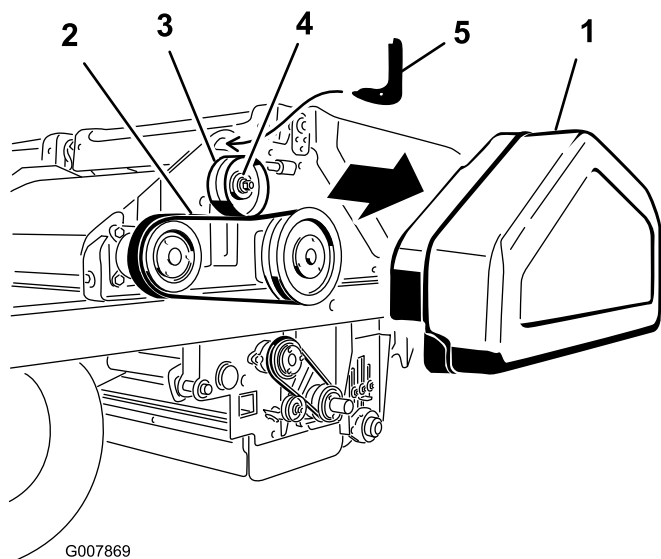

Figura 59
1. Retire a cobertura da correia (Figura 59).
2. Desaperte a porca na polia intermédia (Figura 59).
3. Insira a extremidade do gancho da ferramenta de ajuste da tensão da correia no furo acima da polia intermédia (Figura 59). Apoie a parte inferior curva da ferramenta na polia intermédia.
4. Insira uma chave dinamométrica de 1/2 polegada no furo da ferramenta de ajuste da tensão da correia (Figura 59).
5. Rode a ferramenta para si até alcançar o torque de 5,7 Nm e, em seguida, mantendo o aperto, aperte a porca da polia intermédia (Figura 59).